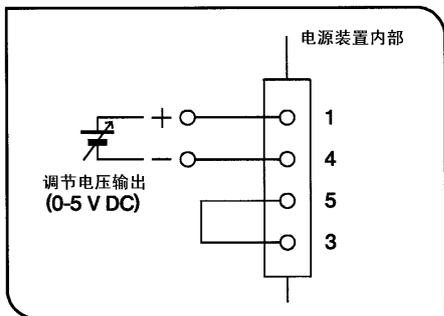

图 5
### (1) 根据外接模拟电压调节光强 (图 5)
1. 如图 5 所示, 连接 DC 电源。这时, 先不要打开电源。